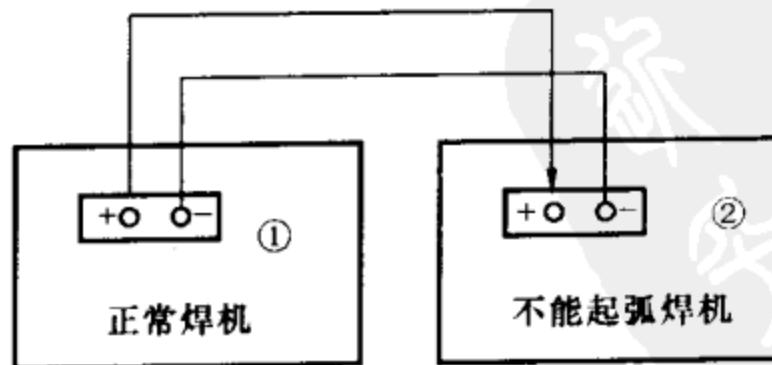

图2-73 正常焊机对
直流电焊机运转正常而不能起弧多因剩磁消失：①长期搁置不运转，使装置中的直流发电机自然退磁；②直流电焊机反向运转过，使直流发电机自然退磁；③长期放置在震动的地方也会使直流发电机剩磁消失；④直流电焊机偶然反向充磁等。针对上述原因可用如图2-73所示办法进行处理，即不能起弧的直流电焊机可由正常的直流电焊机充磁来排除故障。首先将正常的①号机直流引出端“-”极用引线接至不能起弧的②号机直流引出端“-”极，将①号机直流引出端“+”极用电焊把线引至②号机直流引出端“+”极，但先拿在手里不要接上。然后起动①号机，待其运转正常后，把电流值调至100A以下（最好50A）将